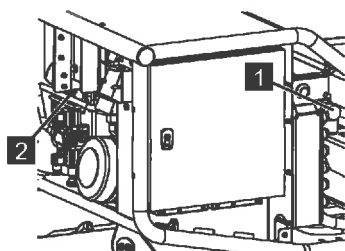

Abb. 210
2. Nach dem Servicebetrieb das Ventil [LS] (Abb.210/2) komplett heraus drehen, das Ventil [Stütze Kette] (Abb.210/1) gegen den Uhrzeigersinn entriegeln und die Abdeckhauben wieder anschrauben.